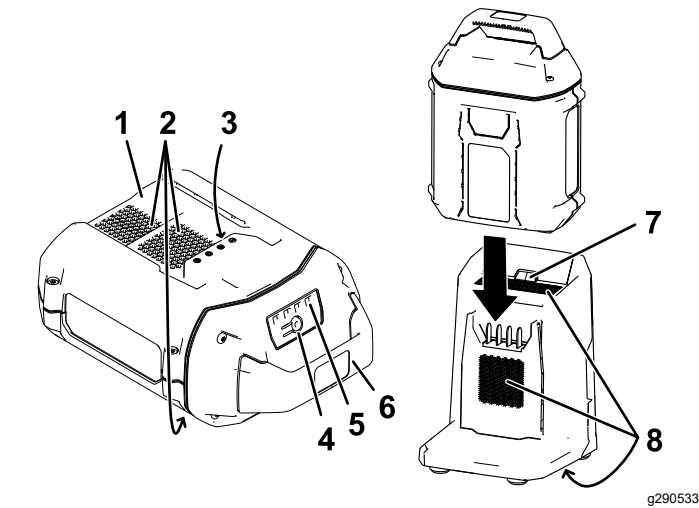

Figure 26
2. Alignez le creux de la batterie (Figure 26) sur la languette du chargeur.
3. Glissez la batterie dans le chargeur jusqu'à ce qu'elle soit complètement enclenchée (Figure 26).